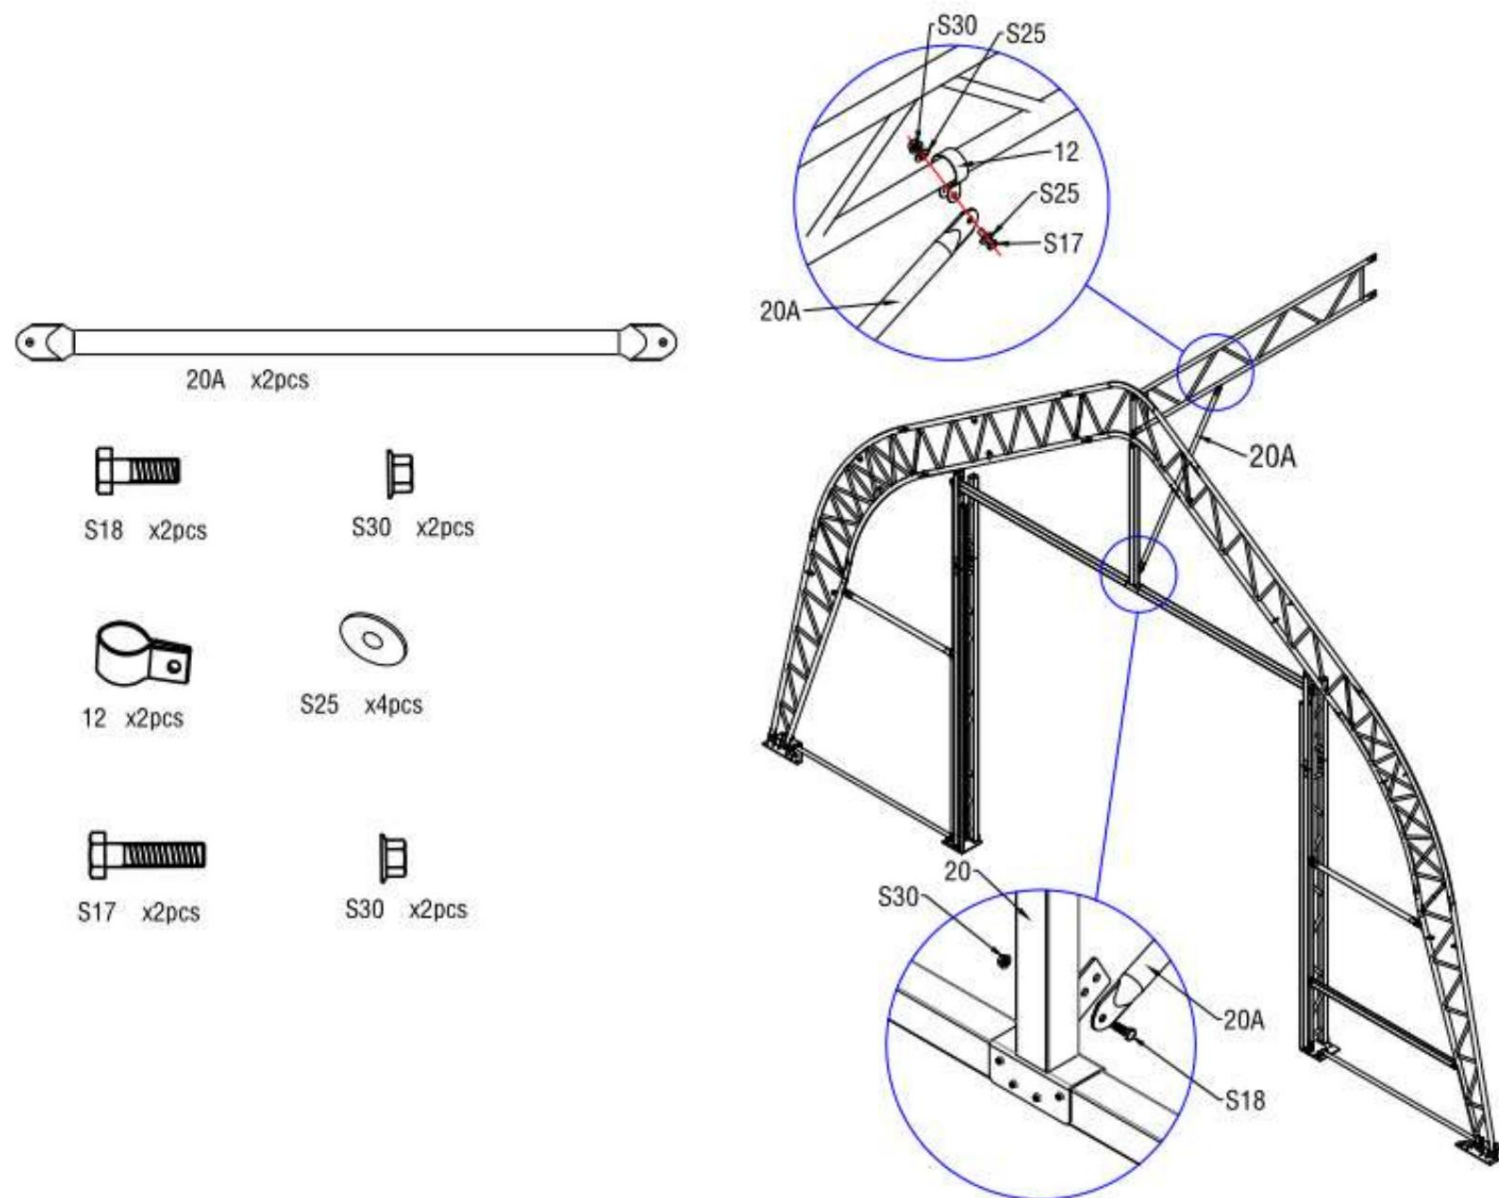

Figure 14
2. Fixez les clips (n° 12) sur les pannes à double ferme (n° 6) et installez le tube de support diagonal pour poutre de porte (n° 20A) sur les clips, comme illustré sur la figure 14. Veuillez fixer le tube de support diagonal pour poutre de porte (n° 20A) entre le cadre de porte et les pannes à double ferme (n° 6) à l'aide des vis M10x30 (n° S18) et M10x50 (n° S17) avec une rondelle plate M10 (n° S25).